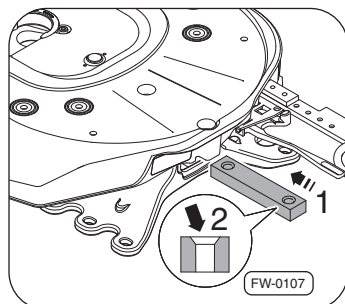

Рис. 26 · Установка зажимной скобы
2. Вставьте внутрь зажимные скобы ⇒рис. 26, –стрелка 1– сбоку на обеих сторонах, при этом учитывайте правильное положение фасок отверстий –стрелка 2– (фаска направлена вверх).